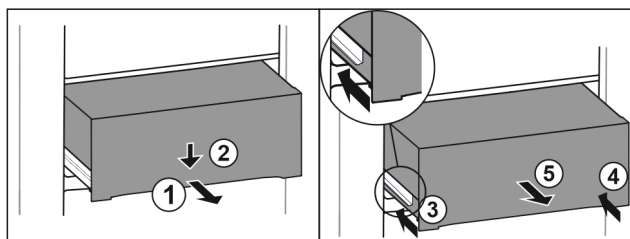

Fig. 109
- Zásuvku napůl vytáhněte. Fig. 109 (1)
- Stlačte zásuvku na přední straně dolů. Fig. 109 (2)
- Zasuňte levou kolejničku přibližně do 2 cm. Fig. 109 (3)
- Zasuňte pravou kolejničku přibližně do 2 cm. Fig. 109 (4)
- Vyjměte zásuvku dopředu. Fig. 109 (5)